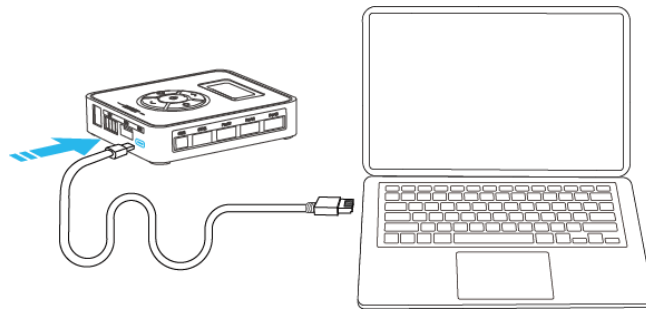

图 4.7 使用 USB 线连接设备
**步骤 1** 使用 USB 线连接电脑和 Magic Box 的 Type-C 接口，如图 4.7 所示。